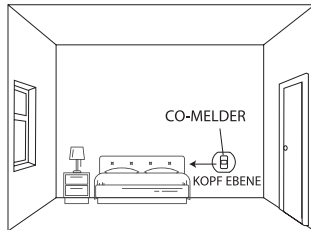

Abbildung 2: Installation in einem Schlafzimmer oder einem anderen Raum ohne Brennstoffverbrennungsgerät (installiert auf Kopfhöhe)
2. Wenn der CO-Melder in einem Schlafzimmer oder Zimmer ohne Brennstoffverbrennungsgerät installiert wird (siehe Abbildung 2):